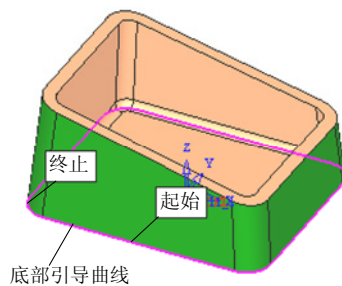

图 5-148 选择底部引导曲线 (1)
- 在“几何”框中单击“底部引导曲线”按钮，选择如图 5-148 所示的边线为底部引导曲线，然后单击鼠标中键确定，返回“侧刃铣控制面板”对话框。